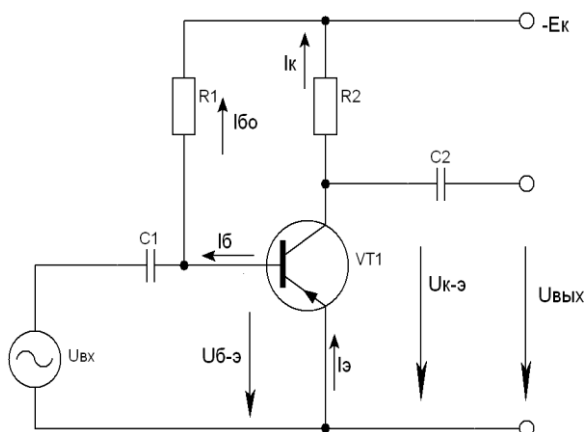

Рис. 1
*Вопрос 5.* Какими электрическими параметрами определяется сопротивление резистора  $R_1$ . (Рис.1)
Вопрос 6. Какой усилительный каскад изображен на рис.1?
Вопрос 7. Усилительный каскад (Рис.1) должен работать с минимальными искажениями